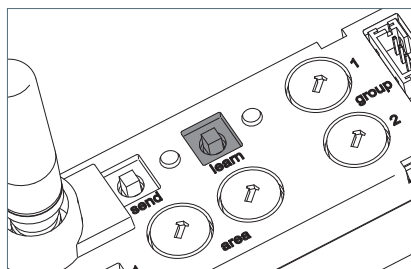

Fig. 20: Touche « learn »
- Appuyez sur la touche « learn » et tenez-la appuyée pendant dix à 15 secondes jusqu'à ce que la LED « learn » clignote lentement, voir Fig. 20.